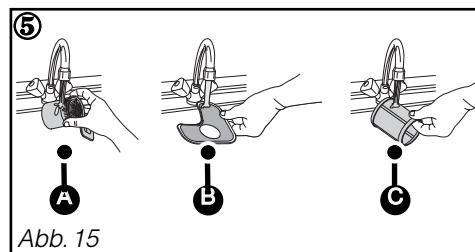

Abb. 15
- ② Den Siebeinsatz Ⓐ um eine Vierteldrehung aufdrehen und abnehmen.
- ③ Den Feinsieb Ⓑ herausnehmen.
- ④ Den Microsieb Ⓒ herausnehmen.
⑤ Die Filter Ⓐ, Ⓑ und Ⓒ sorgfältig unter fließendem Wasser reinigen (Abb. 15).